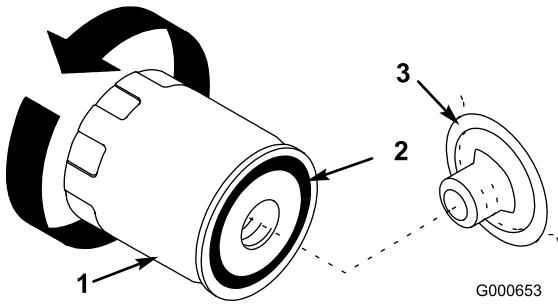

Рисунок 31
8. Снимите старый фильтр и протрите поверхность прокладки переходника фильтра (Рисунок 31).
11. Нанесите тонкий слой свежего масла на резиновую прокладку нового фильтра (Рисунок 31).
12. Установите новый масляный фильтр в адаптер фильтра. Поверните масляный фильтр по часовой стрелке, пока резиновая прокладка не соприкоснется с адаптером фильтра, после этого затяните фильтр, повернув его еще на пол-оборота (Рисунок 31).